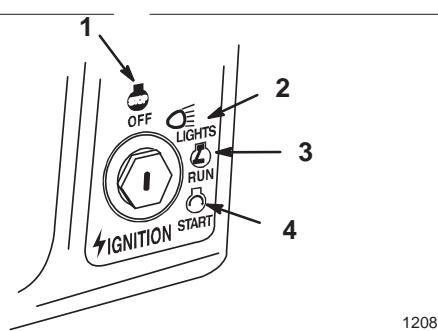

Abbildung 6
6. Den Zündschlüssel im Uhrzeigersinn drehen und in Position "START" halten (Abb. 6). Wenn der Motor anspringt, den Schlüssel loslassen.
2. Den Zündschlüssel auf "OFF" (AUS) stellen (Abb. 6).